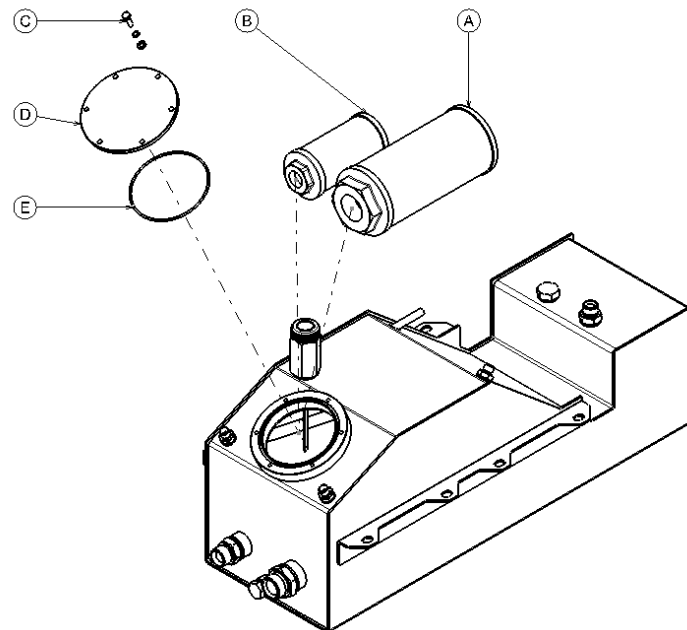

Figure 5
- N°2 filtres d'aspiration des pompes accessoires (Figure 5)
La figure 5 montre les deux filtres (A et B) à l'aspiration des pompes accessoires. Pour les remplacer, il faut:
- Dévisser les 6 vis (C – Figure 5) qui ferment la bride de support ;
- Enlever la bride (D – Figure 5) et son joint (E – Figure 5) ;
- Introduisez votre main à l'intérieur du réservoir, dévissez les deux filtres (A-B - Figure 5) et retirez-les ;
- Remonter la bride sur le réservoir (D - Figure 5) en vérifiant que le joint n'est pas endommagé (E - Figure 5) et resserrer les vis.